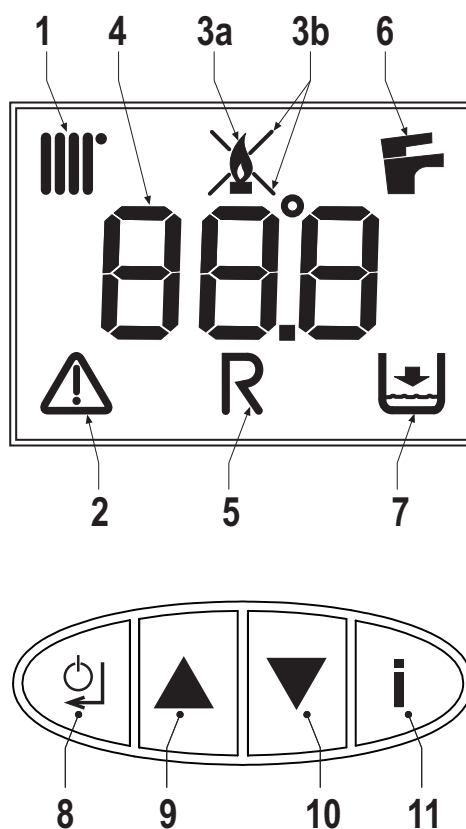

fig. 1 - Panel de mando
La demanda de calefacción, generada por el contacto de demanda, el termostato de ambiente o el cronomando remoto, se indica con el símbolo del radiador ( 1 - fig. 1).
La pantalla multifunción ( 4 - fig. 1) muestra la temperatura del sensor de calefacción y, durante el tiempo de espera correspondiente, la indicación "d2".
La demanda de agua caliente sanitaria, generada por una extracción, se indica con el símbolo del grifo ( 6 - fig. 1).
La pantalla multifunción ( 4 - fig. 1) muestra la temperatura del sensor del ACS y, durante el tiempo de espera correspondiente, la indicación "d1".
Pulse la tecla on/off ( A - fig. 1) durante 5 segundos.
Cuando el dispositivo se apaga, la tarjeta electrónica aún tiene tensión. Se desactivan la producción de agua sanitaria y la calefacción. El sistema antihielo permanece operativo. Para reactivar el dispositivo, pulse otra vez la tecla on/off ( A - fig. 1) durante 5 segundos.
Para acceder al menú de la configuración de usuario, pulse la tecla Info ( 11 - fig. 1).
Pulse la tecla Info ( 11 - fig. 1) hasta que aparezca el parámetro **u01** del menú de configuración de usuario.
Pulse la tecla Envío ( 8 - fig. 1): se visualiza el valor actual del parámetro **u01**.
Utilice las teclas ( 9 y 10 - fig. 1) para regular la temperatura desde un mínimo de 30 °C hasta un máximo de 85 °C.
Pulse la tecla Envío ( 8 - fig. 1) para confirmar el ajuste.
Luego, pulse la tecla Info ( 11 - fig. 1) hasta salir del menú.
Pulse la tecla Info ( 11 - fig. 1) hasta que aparezca el parámetro **u02** del menú de configuración de usuario.
Pulse la tecla Envío ( 8 - fig. 1): se visualiza el valor actual del parámetro **u02**.
Utilice las teclas ( 9 y 10 - fig. 1) para regular la temperatura desde un mínimo de 10 °C hasta un máximo de 65 °C.
Pulse la tecla Info ( 11 - fig. 1) hasta que aparezca el parámetro **u03** del menú de configuración de usuario.
Pulse la tecla Envío ( 8 - fig. 1): se visualiza el valor actual del parámetro **u03**.
Utilice las teclas ( 9 y 10 - fig. 1) para seleccionar el modo Verano (0) o Invierno (1).
Pulse la tecla Info ( 11 - fig. 1) hasta que aparezca el parámetro **u04** del menú de configuración de usuario.
Pulse la tecla Envío ( 8 - fig. 1): se visualiza el valor actual del parámetro **u04**.
Utilice las teclas ( 9 y 10 - fig. 1) para seleccionar el modo Economy (0) o Comfort (1).
Luego, pulse la tecla Info ( 11 - fig. 1) para salir del menú.
Pulse la tecla Info ( 11 - fig. 1) hasta que aparezca el parámetro **u05** del menú de configuración de usuario.
Pulse la tecla Envío ( 8 - fig. 1): se visualiza el escalón actual de potencia máxima.
Utilice las teclas ( 9 y 10 - fig. 1) para variar la potencia máxima entre 1 (escalón mínimo) y 5 (escalón máximo).
Pulse la tecla Info ( 11 - fig. 1) hasta que aparezca el parámetro **u06** del menú de configuración de usuario.
Pulse la tecla Envío ( 8 - fig. 1): se visualiza el valor actual del parámetro **u06**.
Utilice las teclas ( 9 y 10 - fig. 1) para cambiar el modo de funcionamiento.
Pulse la tecla Info ( 11 - fig. 1) hasta que aparezca la indicación **u07** del menú de configuración de usuario.
Pulse la tecla Envío ( 8 - fig. 1): se visualizan la potencia actual del quemador (escalón) y el estado de la llama.